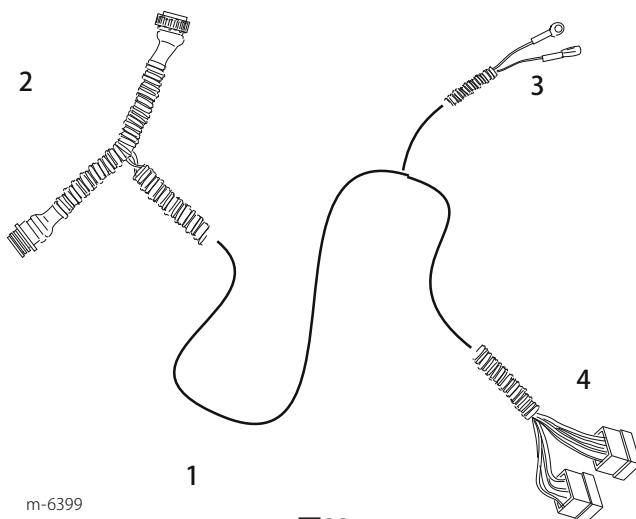

図22
10. スペード・コネクタの付いた中間リード線を運転席下のヒューズ・ボックスの空いたリード線に接続する (図22および25)。